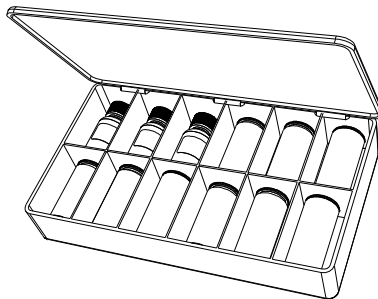

图 1-2 标准或扩展范围校准盒
- 标准校准盒（Olympus 工件编号：86ACC-KIT [U8771068]）或扩展校准盒（Olympus 工件编号：86ACC-ER-KIT [U8771069]），如第 15 页的图 1-2 所示。